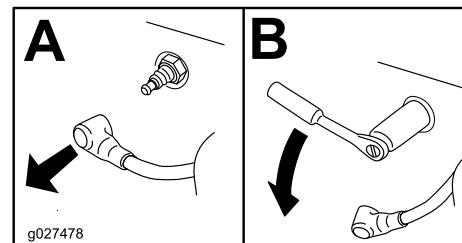

Figura 52
4. Localice y retire la(s) bujía(s), como se muestra en la Figura 52.